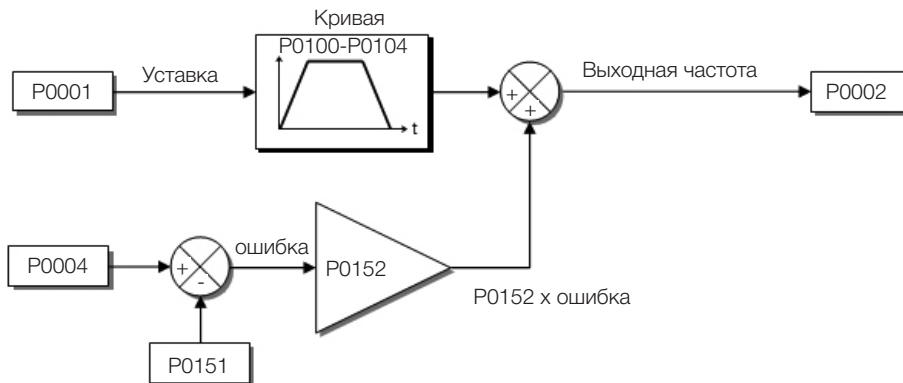

Рисунок 9.8: Блок-схема ограничения напряжения промежуточного звена постоянного тока – ускорение кривой
- Включение: напряжение промежуточного звена постоянного тока измеряется (P0004) и сравнивается со значением, установленным в P0151; разница между данными сигналами (ошибка) умножается на пропорциональное усиление (P0152); результат затем добавляется к выходу кривой как показано на Рисунок 9.8 на странице 9-12 и Рисунок 9.10 на странице 9-14.